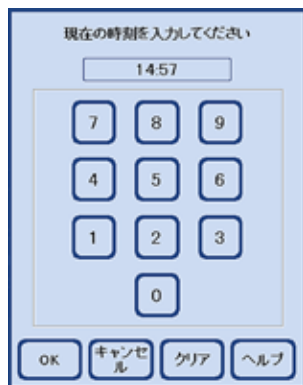

図 93
- 「時間」ボタンを押してウィンドウを開き、現在時刻を入力します (図 93)。